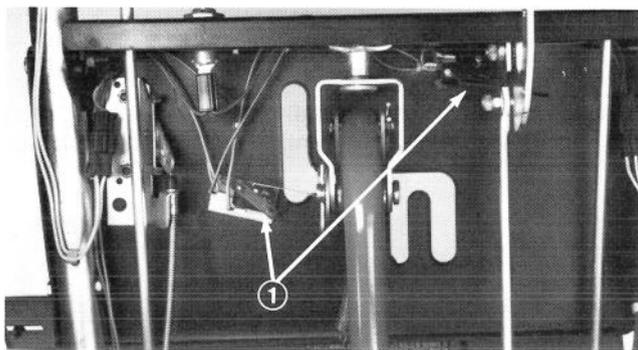

Abb. 42
1. Die beiden Sechskantschrauben und Muttern lösen, mit denen der Gabelstückhalter an der Bedienungskonsole befestigt ist (Abb. 42).
2. Zur Verringerung der Fahrgeschwindigkeit im 1. Gang den Gabelstückhalter (Abb. 42) nach rechts und zur Erhöhung der Fahrgeschwindigkeit im 1. Gang nach links schieben.
3. Nach der Einstellung die beiden Sechskantschrauben und Muttern wieder festziehen (Abb. 42). Darauf achten, dass die Kabel nicht zwischen Konsole und Kabelführung eingeklemmt werden.